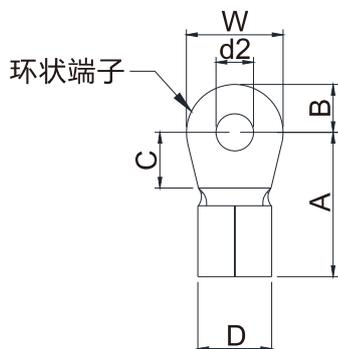
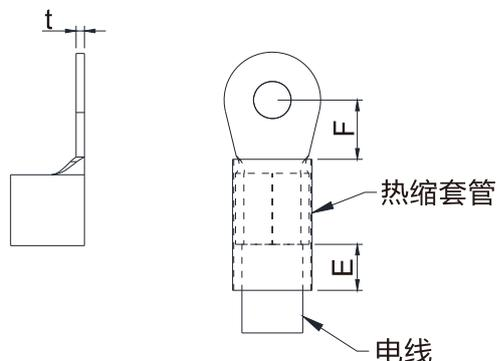

图 5-9
图 5-10
- 主回路端子接线使用环状端子，请见图 5-9 与图 5-10，其他接线方式则须符合当地国家规定。
- 在把电线压接至符合 UL 认证的环状端子后，才能在电线套上也是符合 UL 和 CSA 认证的绝缘热缩套管 (可耐至少 600 V_{AC}, YDPU2)，绝缘热缩套管的规格请见图 5-10。